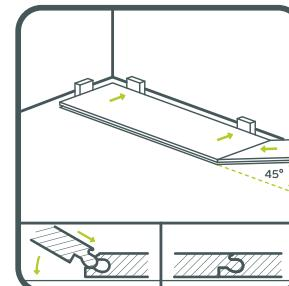

рис. 2
- 8.1.2 Уложить вторую планку, совместить попечерный замок под углом 45 градусов с попечерным замком первой планки, опустить к основанию, прижать вниз (см. рис. 2). При необходимости осуществить подбивку планок по торцевой стороне.